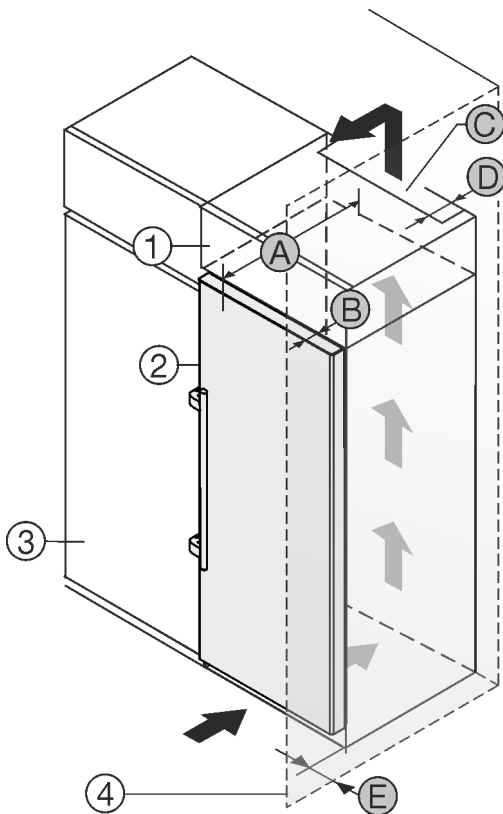

Fig. 2
Ju mund ta instaloni pajisjen direkt ngjitur me dollapin e kuzhinës Fig. 2 (3).*
Në faqen e pasme të dollapit së montimit duhet të ketë një hapësirë ajrimi me thellësi Fig. 2 (D) në të gjithë gjerësinë e dollapit të montimit.*
Nën mbulesën e hapësirës duhet respektuar seksioni tërthor i qarkullimit të ajrit Fig. 2 (C)*
Nëse instaloni pajisjen me mentesha pranë një muri Fig. 2 (4), atëherë duhet që distanca midis pajisjes dhe murit të jetë të paktën 57 mm . Kjo përkon me zgjatimin e dorezës kur dera është e hapur.*
Në mënyrë që dera të mund të hapet plotësisht, duhet që pajisja të dalë jashtë përpara kanatit të dollapit të kuzhinës sa thellësia e derës Fig. 2 (B). Në varësi nga thellësia e dollapëve të kuzhinës Fig. 2 (3) dhe përdorimi i ruajtësve të distancës nga muri, pajisja mund të dalë më shumë përpara dollapit.*